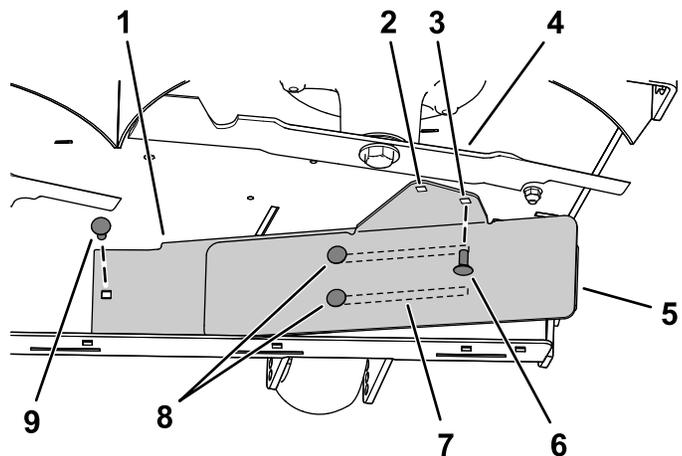

Figura 9
3. Instale o lado esquerdo do abafador utilizando um parafuso de carroçaria (5/16 x 3/4 pol.) e porca flangeada (5/16 pol.), como se mostra na Figura 9.
4. Utilize os dois parafusos de carroçaria (5/16 x 3/4 pol.) nas ranhuras do abafador e deslize o abafador até que o furo alinhe com o furo na plataforma do cortador (Figura 9).
5. Instale o abafador como se mostra na Figura 9.
Importante: Certifique-se de que utiliza o furo certo para o abafador; consulte Figura 9.
6. Aperte os dois parafusos de carroçaria (5/16 x 3/4 pol.) nas ranhuras do abafador (Figura 9).